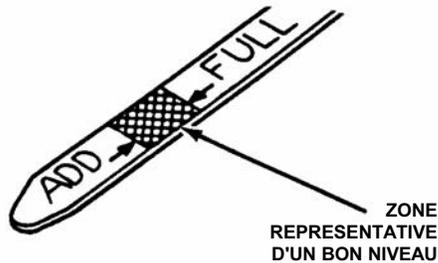

FIGURE 2.1
2.1.3. Contrôlez le niveau d'huile moteur et complétez le niveau s'il en manque pour atteindre la marque supérieure (FULL). Référez-vous au manuel du moteur pour les spécifications de l'huile. Voir la figure 2.1.